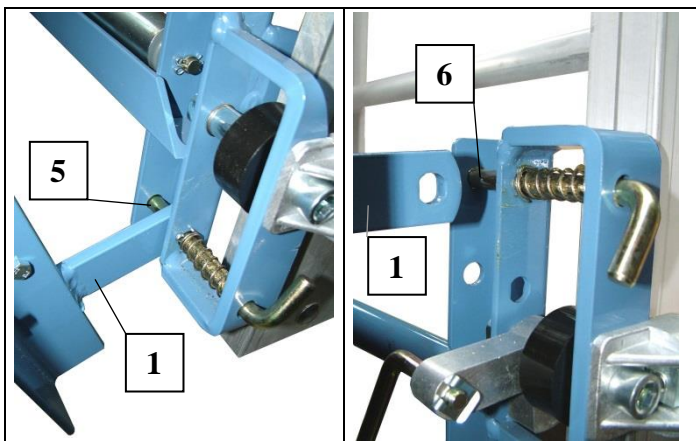

Fig. 42 Montarea platformei universale
- Platforma variabilă (ca platforma universală) se agață în cele două blocatoare cu resort inferioare ale saniei și se scoate din cele două blocatoare cu resort superioare (vezi Fig. 42).